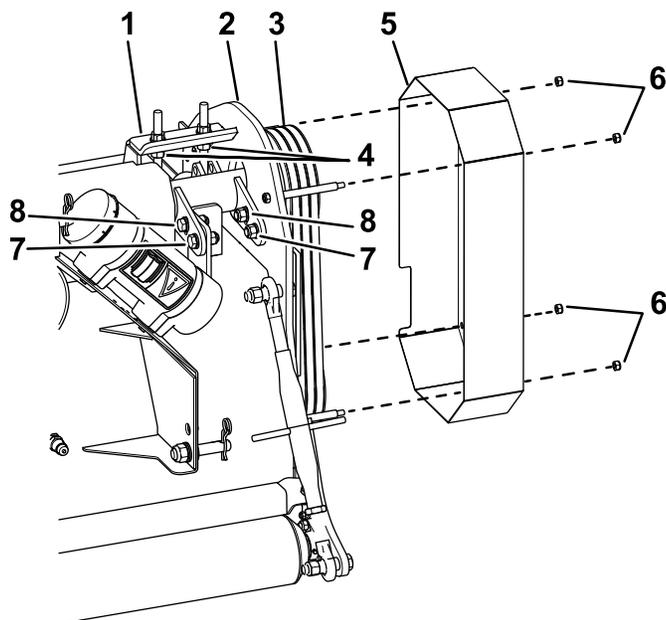

Figure 31
Remarque: Si la tension est correcte, reposez le protège-courroies (Figure 31).
3. Si la tension n'est pas correcte, desserrez les contre-écrous sous la plaque (Figure 31).
4. Desserrez les boulons dans les fentes (Figure 31).
7. Serrez les contre-écrous inférieurs sous la plaque (Figure 31).